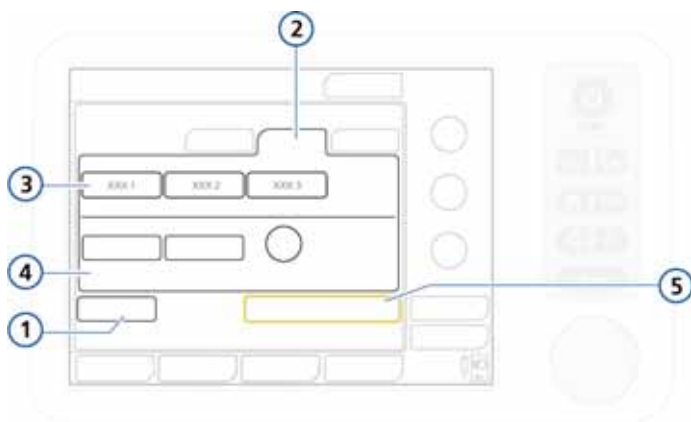

図 4-2. 患者セットアップ / スタンバイウィンドウ (成人 / 小児)
換気を開始した後、患者セットアップウィンドウ（図 4-2）がデフォルト設定の状態が表示されます。必要な項目を選択、調整、および有効化してください。
- **[成人 / 小児]** : 成人および小児患者の場合 (図 4-2)。年齢および体重の範囲については、表 4-1 を参照してください。